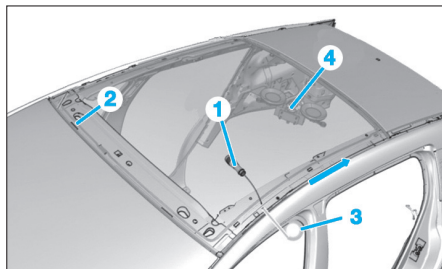

Fig. 11
- Passer l'alène (1) à travers le cordon d'adhésif joint (2), de l'intérieur vers l'extérieur (Fig.11).
- Accrocher le fil tranchant (3) dans l'alène (1).
- Passer le fil tranchant (3) à l'intérieur du véhicule.
- Laisser une longueur suffisante pour permettre la fixation sur le dispositif à enrouleur avec galet (4).
- Passer le fil tranchant (3) sous les joints de la vitre de toit panoramique suivant la flèche et sur toute la périphérie.